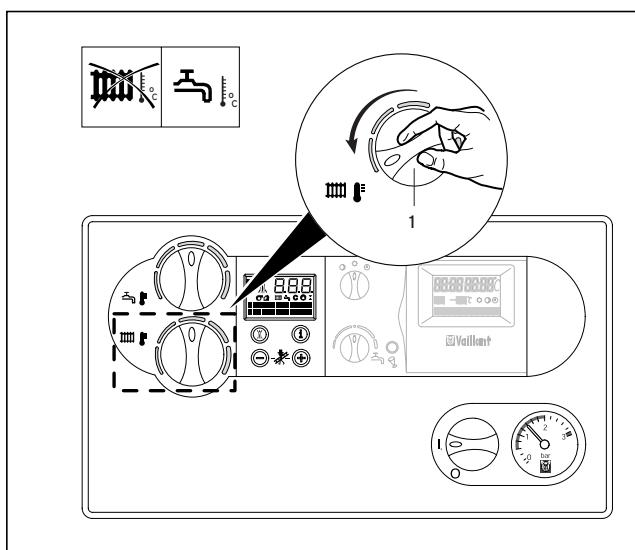

Fig. 3.12 Ta ut av oppvarmingsdrift (sommerdrift)
- Drei dreieknappen (1) for å stille inn oppvarmings-tilførselstemperatur mot venstre anslag (fig. 3.12).